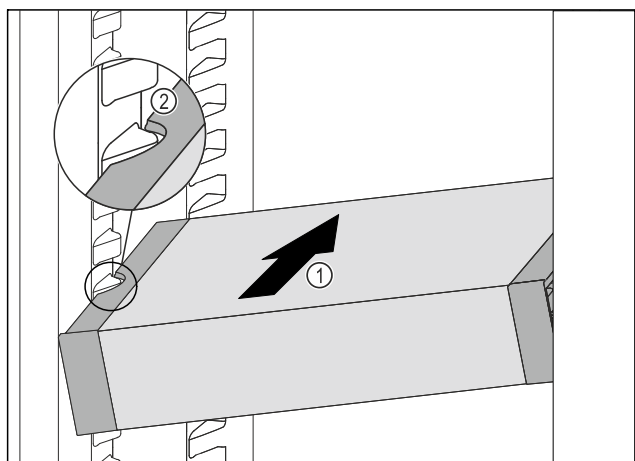

Fig. 93
- VarioSafe zasúvajte šikmo do chladničky Fig. 93 (1), kým sa bočné vybrania Fig. 93 (2) VarioSafe nebudú nachádzať vo výške rebra nádoby v chladničke.